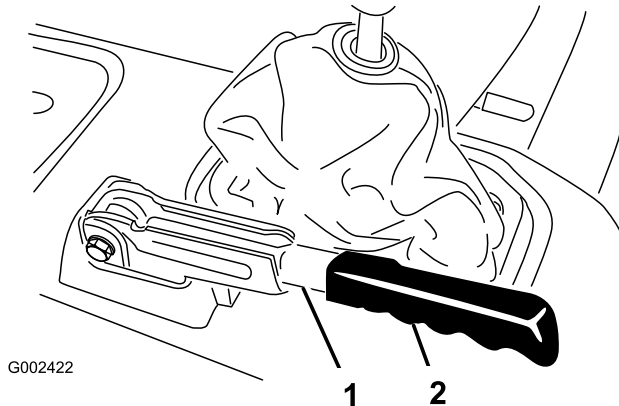

Figura 62
1. Retire la empuñadura de goma de la palanca del freno de estacionamiento (Figura 62).